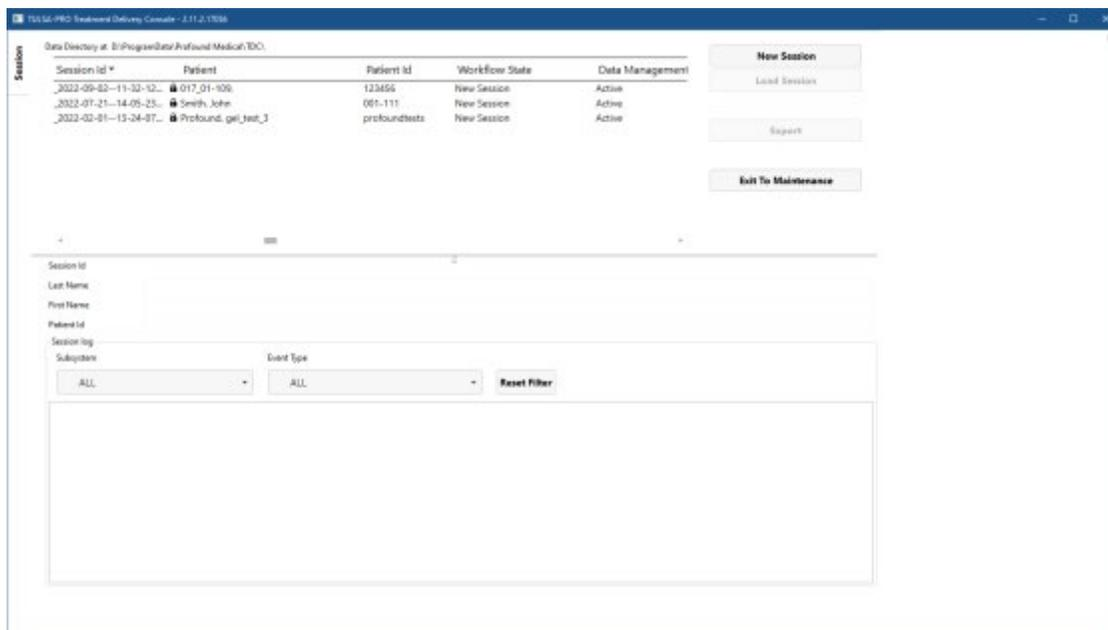

Figura 4: Espacio de trabajo de gestión de datos de sesión del menú principal del TDC
1. Inicie el software TDC desde el escritorio. Aparecerá el espacio de trabajo *Gestión de datos de sesión*. Haga clic en **Nueva sesión** (figura 4).